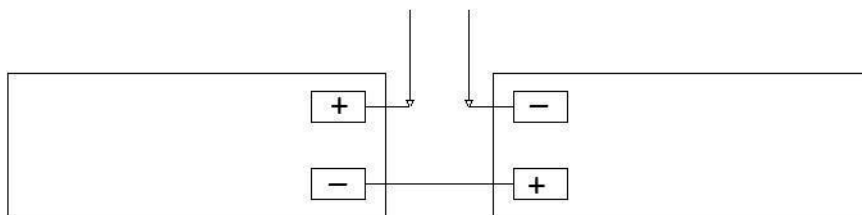

Рисунок 1. Схема подключение АКБ
9.4. Прибор устанавливается на объекте в таком месте, где он защищен от воздействия атмосферных осадков, механических повреждений и доступа посторонних лиц. Электрические соединения прибора при установке производятся в соответствии со схемой подключения (рис. 1).